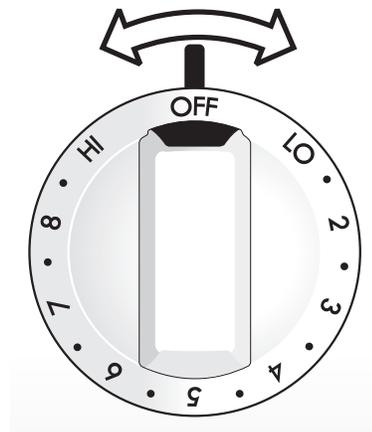

Fig. 2
2. Appuyez sur le bouton de commande de l'élément et tournez-le dans une direction ou l'autre, jusqu'à la température voulue (fig. 2).